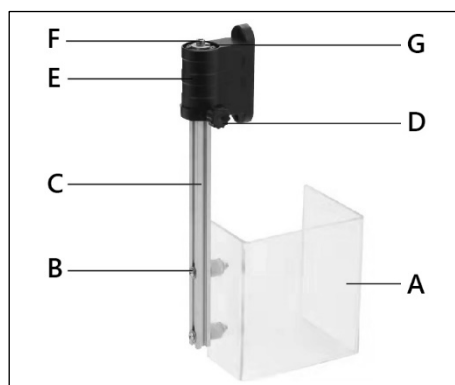

Рисунок 13.
Прикрепите защитный экран (А) (рис. 13) к направляющей (С) с помощью двух винтов, шайб и гаек (В). Вставьте направляющую в специальный кронштейн (Е). Затем установите ограничительную шайбу (G) с помощью винта (F). Настроить высоту установки защиты можно с помощью винта (D).